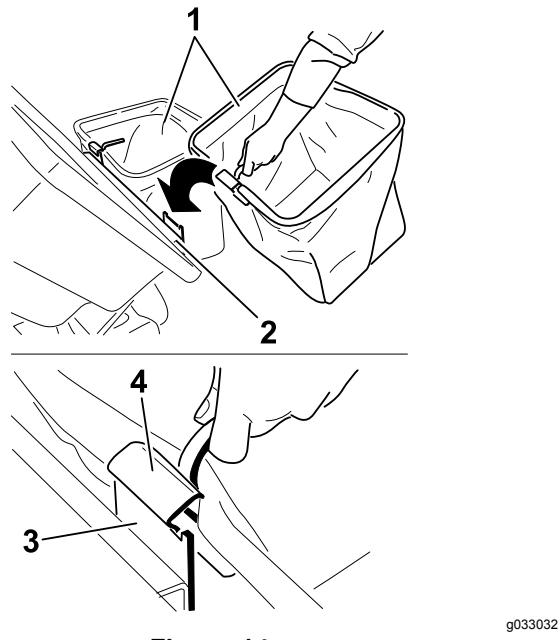

Figure 14
- Soulevez le couvercle et installez les bacs en accrochant les crochets de l'armature sur les pattes de retenue (Figure 14).